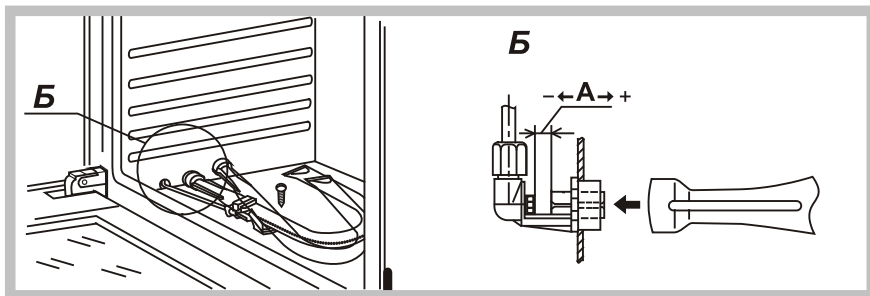

Рис.25
- Выкрутить шуруп и достать горелку из корпуса сопла (рис. 25).